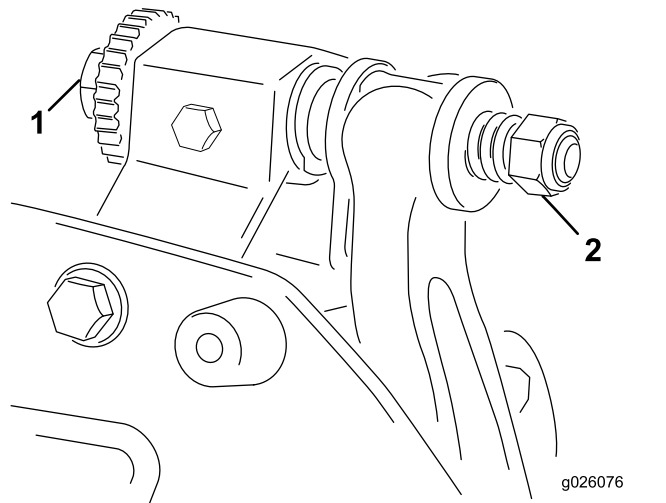

图4
- A. 顺时针旋转底刀架调节螺丝 图4 一次调整一格直到感觉并到听到轻微的接触。
6. 向右转动底刀架调节螺栓图4通过左右滑动薄垫片直至感到薄垫片上存在轻微的压力。取出薄垫片。